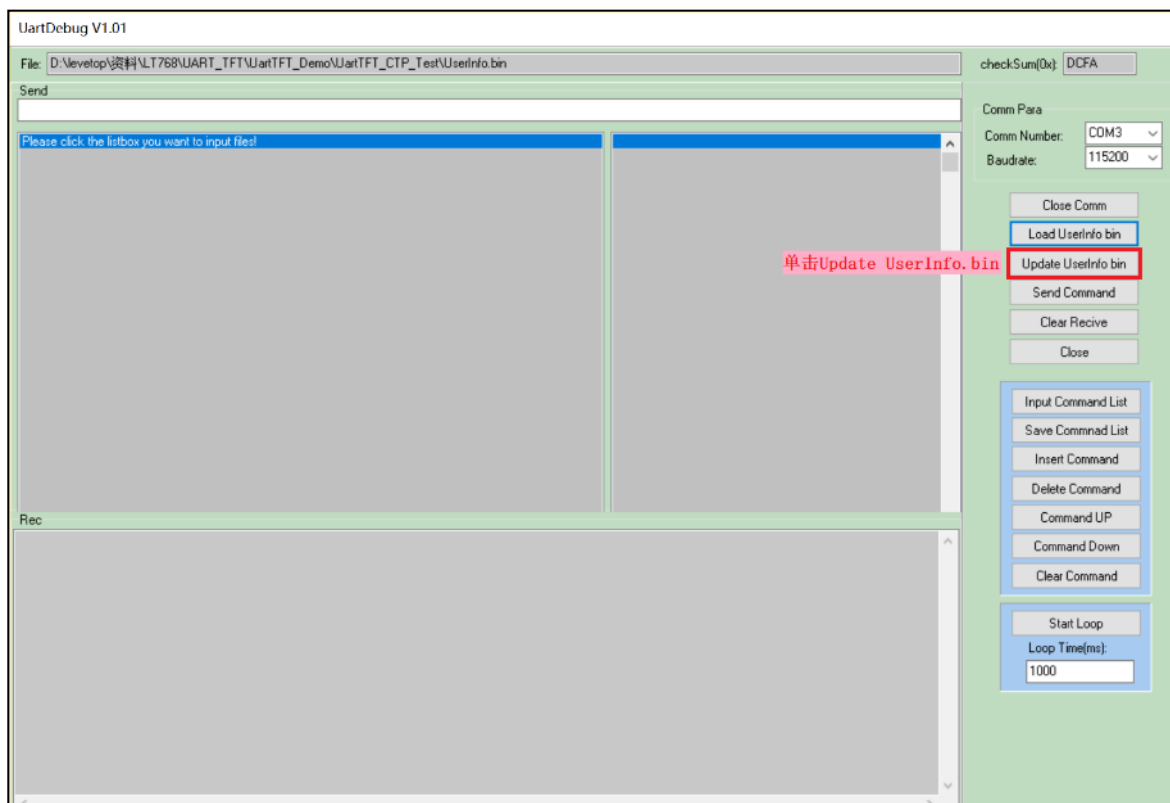
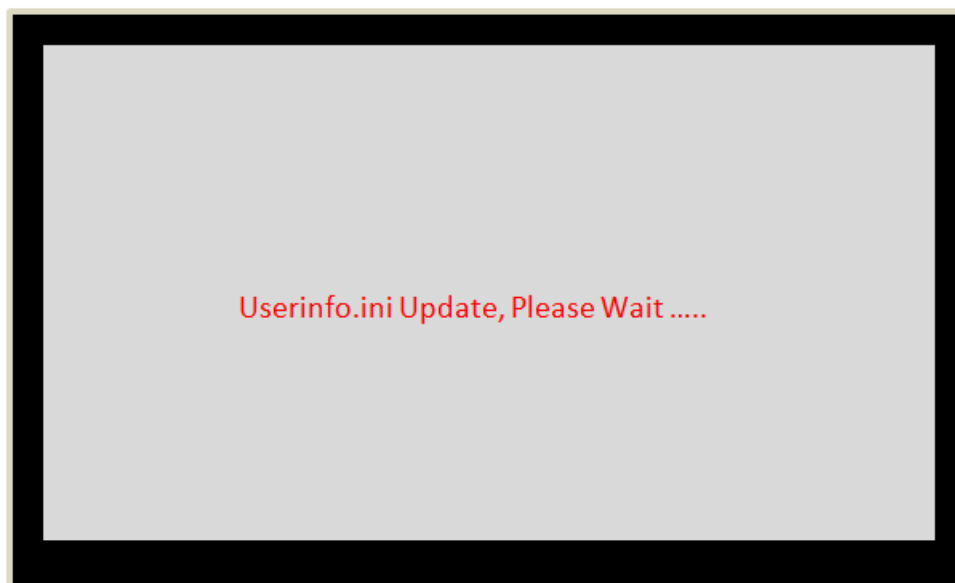

图 5-28: 更新 UserInfo.bin 文档
图 5-29: UserInfo.bin 文档更新中
- 2) 执行完加载指令后, 点击 Update UserInfo.bin, 就可以更新 UserInfo.bin, 如图 5-28; 更新时 TFT 屏会显示如图 5-29。